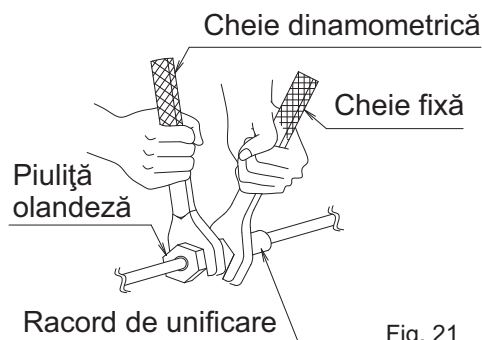

Fig. 21
- Când racordați tubulatura la instalația de aer condiționat, aveți grijă să utiliza o cheie fixă și o cheie dinamometrică așa cum este prezentat în **Fig. 21**.